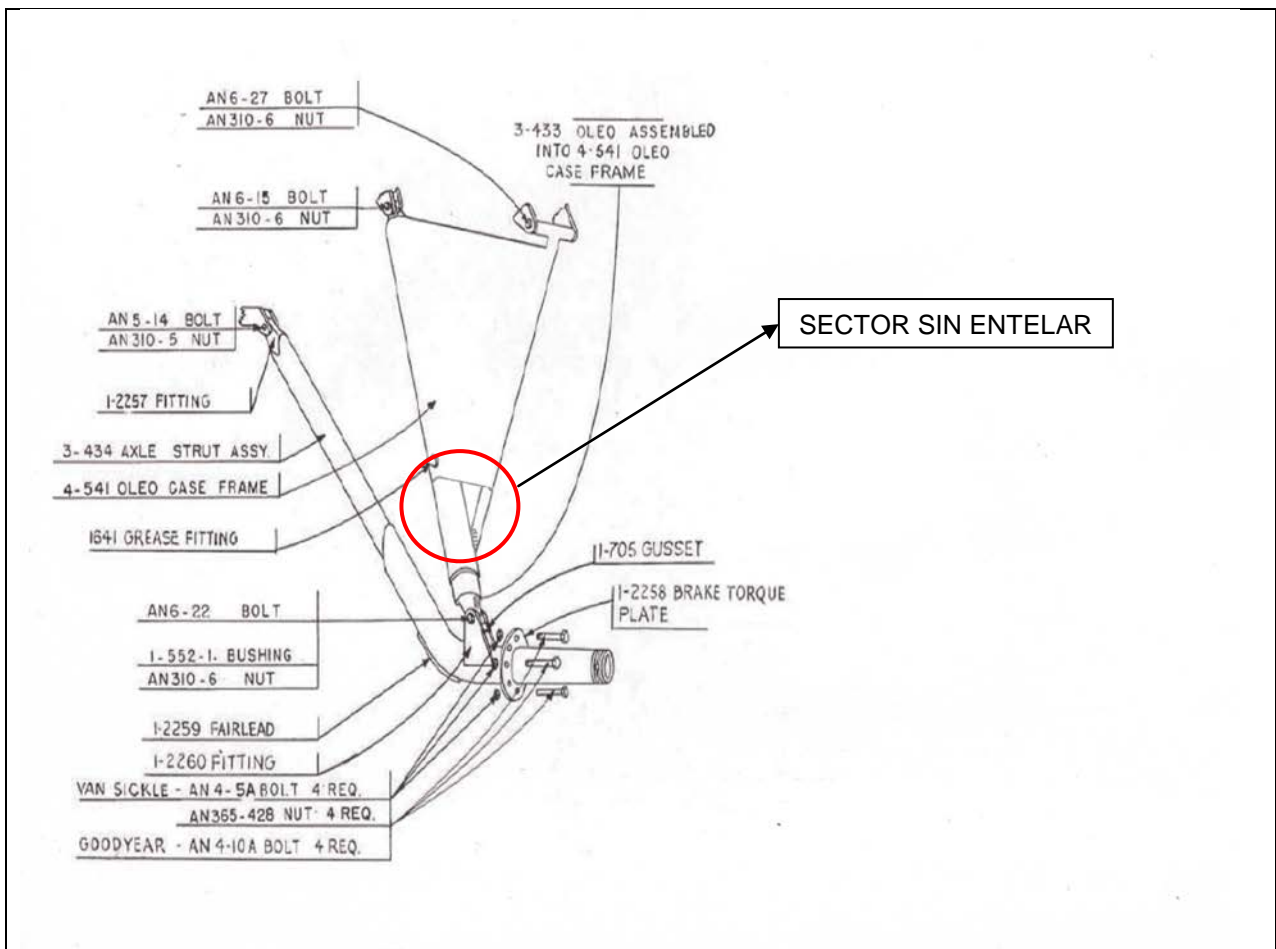

FIGURA 3
- ii. Entelando las patas menos el extremo inferior tal como se aprecia en la Figura 3.